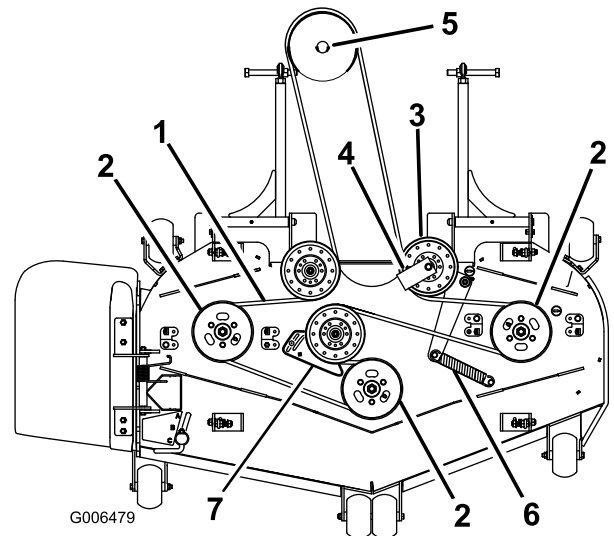

**Figure 63**
3. Retirez les couvercles de courroie (Figure 63).